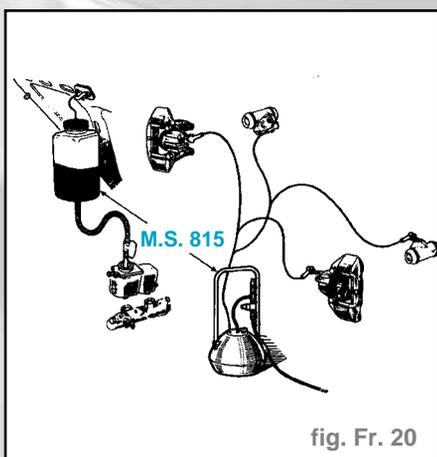

fig. Fr. 20
- La purge s'effectue avec l'appareil **M.S. 815** sur un pont quatre colonnes, roues au sol (fig. Fr. 20).